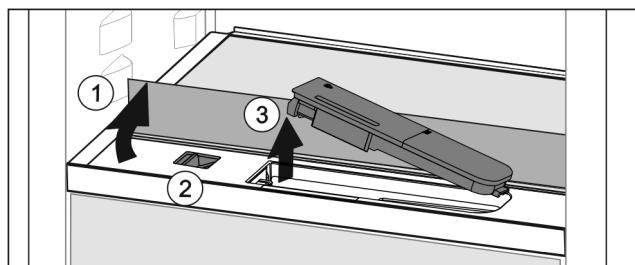

Fig. 74
- Повдигнете стъклената плоча и я завъртете до ограничителя назад Fig. 74 (1).
- Преместете пъзгача Fig. 74 (2) наляво.
- Извадете резервоара за вода Fig. 74 (3).